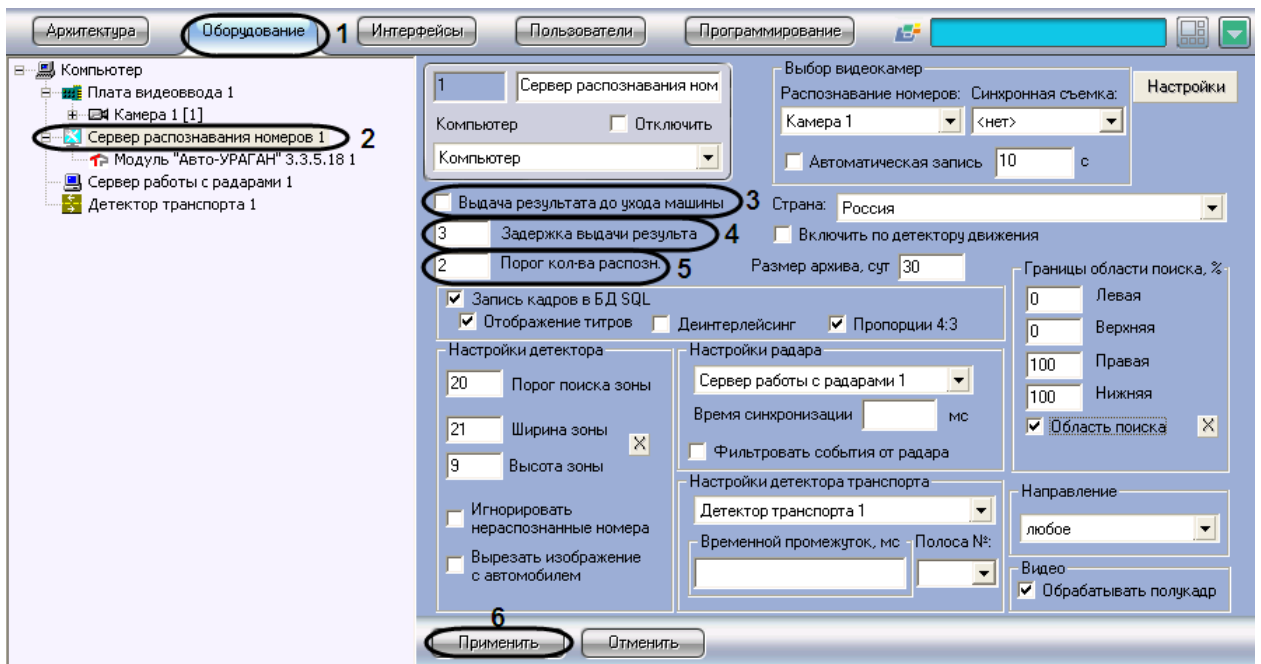

Рис. 7.2—16. Выбор параметров обработки номерного знака
1. В диалоговом окне «Настройка системы» перейти на вкладку «Оборудование» (Рис. 7.2—16, 1).
2. В дереве объектов на вкладке «Оборудование» выбрать объект «Сервер распознавания номеров», соответствующий активированному программному модулю «Авто-УРАГАН 3.3.5.18» (см. раздел «Активация программного модуля, используемого для распознавания номеров», Рис. 7.2—16, 2). В правой части вкладки «Оборудование» отобразится панель настройки выбранного объекта.
3. Установить флажок «Выдача результата до ухода машины» (см. Рис. 7.2—16, 3). В том случае, если флажок «Выдача результата до ухода машины» установлен, результат выдается до реального ухода машины из кадра (номера данной машины из границ поиска номерного знака). В противном случае, окончательный результат выдается только после реального ухода машины из кадра.
4. Задать параметр «Задержка выдачи результ.» (секунды) (см. Рис. 7.2—16, 4). В том случае, если данный параметр задан, результат распознавания будет выдаваться сразу после того, как пройдет промежуток времени, заданный данным параметром. Данный промежуток времени начинает отсчитываться после первого распознавания номерного знака.
Примечание. Данный параметр используется только при установленном флажке «Выдача результата до ухода машины» (см. Рис. 7.2—16, 3).
5. Задать параметр «Порог кол-ва распозн.» (см. Рис. 7.2—16, 5). В том случае, если данный параметр задан, результат распознавания будет выдаваться сразу после того, как количество надежных распознаваний номерного знака превысит значение данного параметра. Счетчик количества распознаваний является накопительным и не сбрасывается в случае временных потерь данной зоны или неправильных распознаваний.